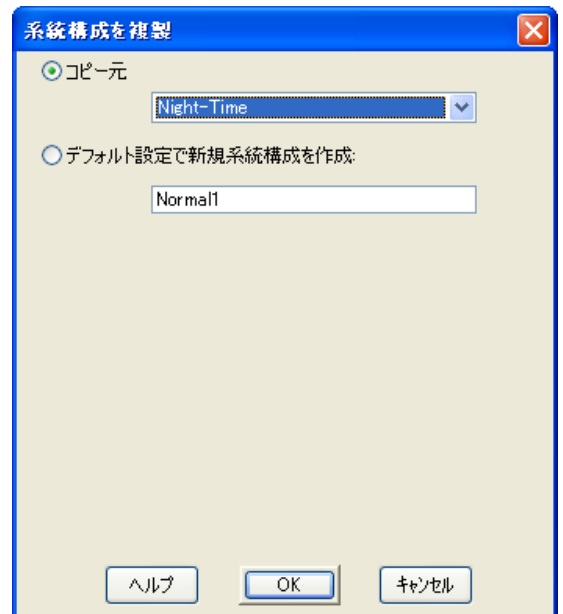

図 9 : 系統構成を複製(コピー)
- 図 9 の “系統構成を複製” 画面が現れます。(ラジオボタン を選択せずに) “デフォルト設定で新規系統構成を作成” のテキストボックスに新規系統構成名を入力し、“OK” ボタンをクリックします。 図 9 参照